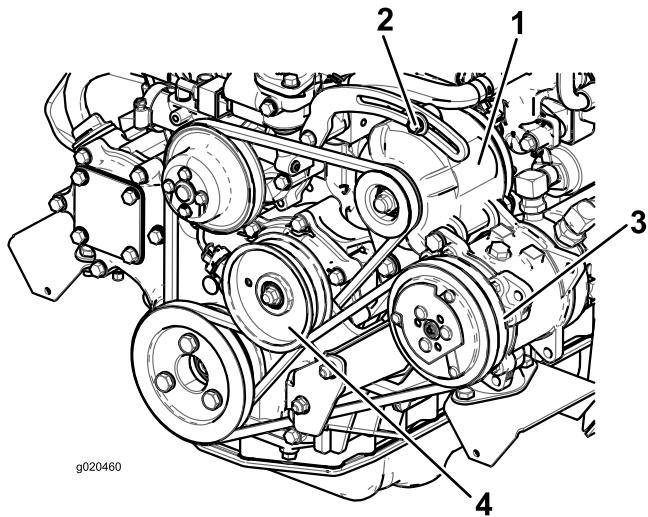

Figura 69
Controllate lo stato e la tensione della cinghia (Figura 69) ogni 100 ore di servizio.
2. Se l'inflessione non è di 10 mm, allentate i bulloni di fissaggio dell'alternatore (Figura 69). Aumentate o riducete la tensione della cinghia dell'alternatore e serrate i bulloni. Controllate di nuovo l'inflessione della cinghia per accertare che sia esatta.
2. Se la flessione non è di 10 mm, allentate il bullone di fissaggio della puleggia tendicinghia (Figura 69). Aumentate o riducete la tensione della cinghia del compressore e serrate il bullone. Controllate di nuovo la flessione della cinghia per accettare che la tensione sia esatta.